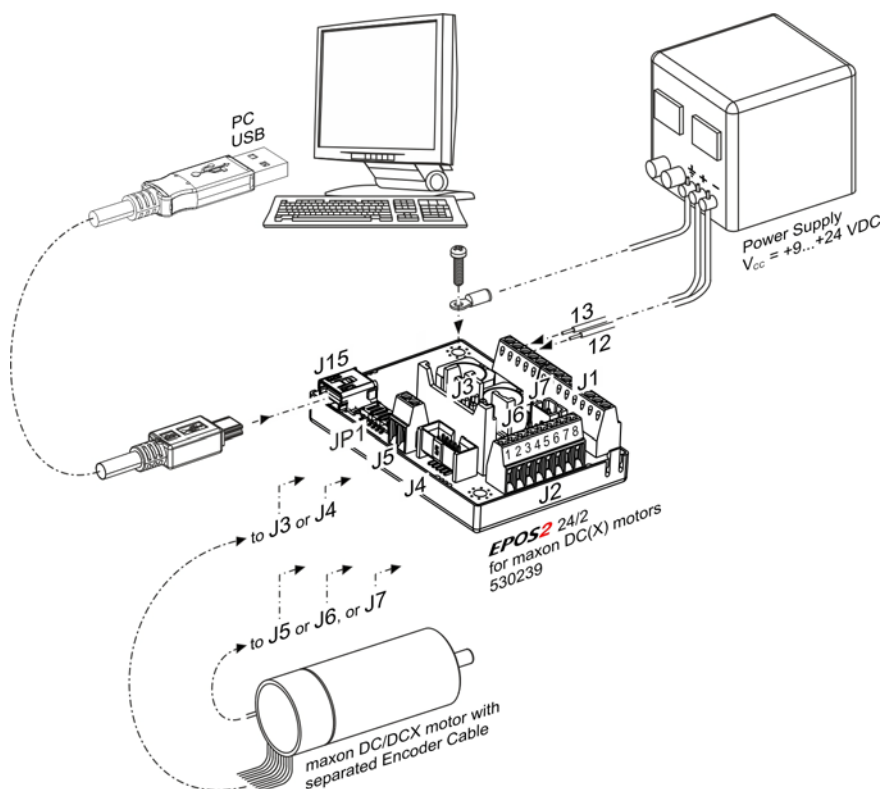

図 3-7 最小限の配線 : maxon DC(X) motor (モータ・ケーブルとエンコーダ・ケーブルが別々の DC モータ)
- 2) 下表および下図をご参考に配線作業を行って下さい。(→ 表 3-10 および 図 3-7).